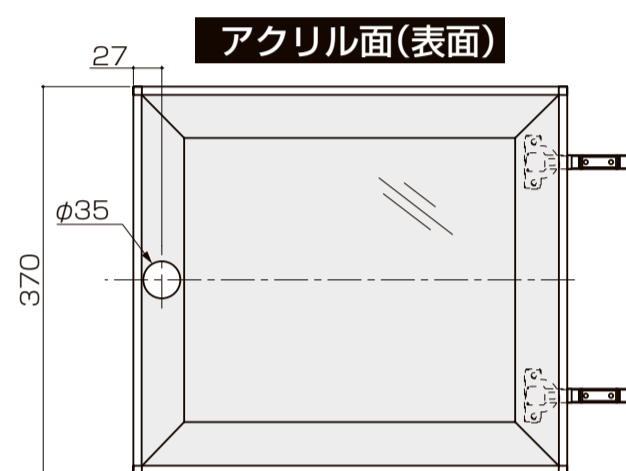

図1
- ①右図の位置にホールソーでφ35の貫通穴をあけてください。(図1)